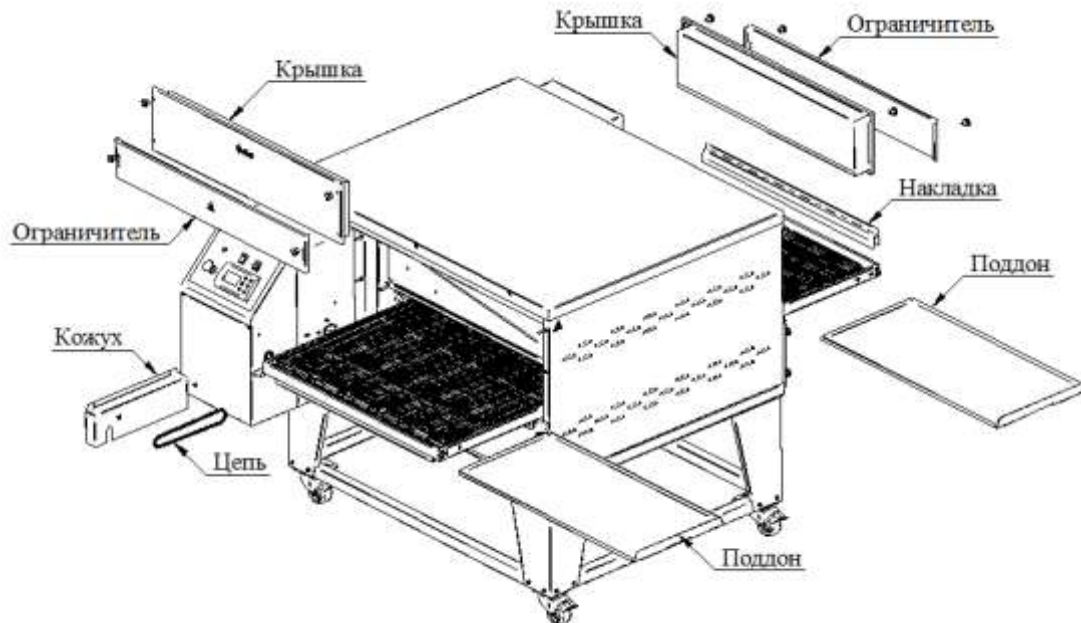

Рис. 11
1. Вынуть конвейер из корпуса изделия: для этого необходимо снять кожух привода, открутив два винта М5. Снять поддоны с конвейера, верхние крышки, ограничители с корпуса, открутив гайки М6. Снять накладку (см. Рис. 11).